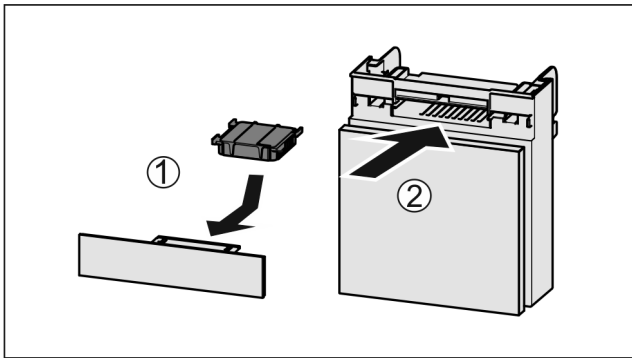

Fig. 51
- ▶ Поставете Fig. 51 (1) филтъра с активен въглен, както е показано на фигурата.
- ▶ Вкарайте Fig. 51 (2) отделениято.